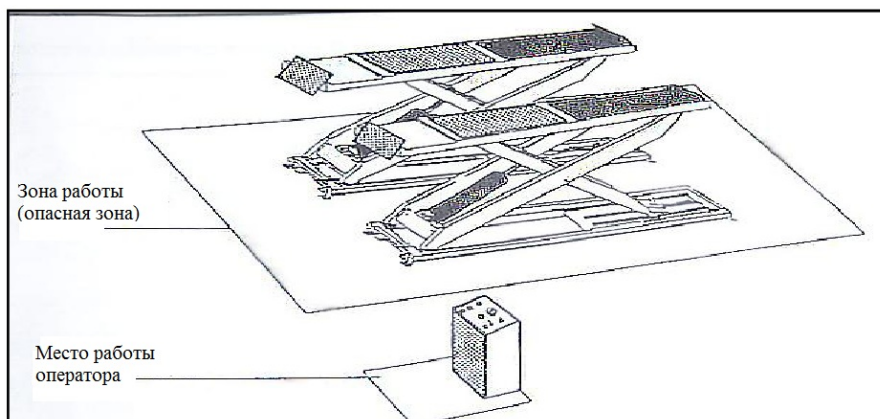

Рис. 7
- Не входите сами и не допускайте рабочий/ремонтный персонал, посторонних лиц, в зону работы подъемника при выполнении спуско/подъемных операций. (Рис. 7)